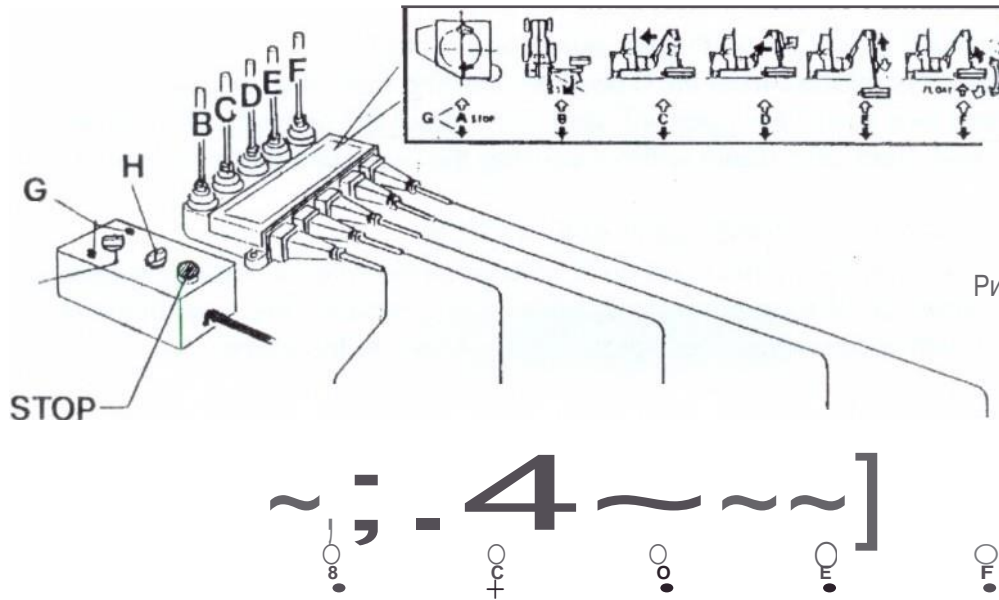

Рис.. 32
6.1.3 Рис. 32 показаны все органы управления машины (мод с гибкими кабелями и гидравлической системой с поршневым насосом)